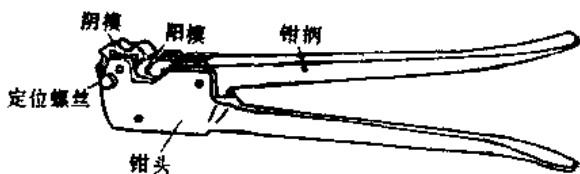

图 1-13 户内线路用压接钳
1. 户内线路使用的压接钳 压接钳由钳头和钳柄两部分组成。钳头由阳模、阴模和定位螺钉等构成，如图1-13所示。阴模要按连接导线的规格选配使用。使用时，将钳柄拉开，将需要连接的导线从压接管的两端各插入到压接管内。当采用圆形压接管时，导线两端各插入到压接管的一半处；当采用椭圆形压接管时，两线端插入压接管后各露出压接管两端4毫米。将插入导线线端的压接管嵌入后，两手用如同夹紧大剪刀的方法将钳柄压下，利用压模使线端紧密连接。